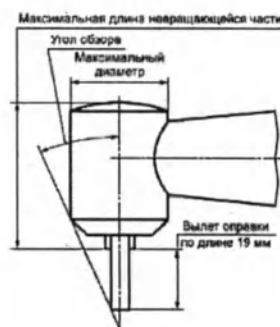

Рисунок 1 – Размеры головки наконечника
4.8 Размеры головки и носовой части наконечников (рис.1) должны соответствовать Таблице 4.